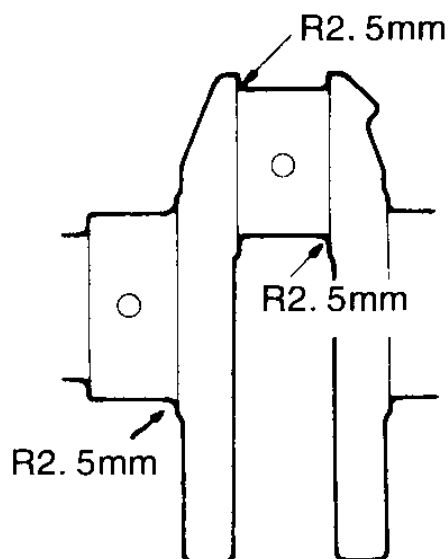

图 2-105 主轴颈和曲柄销的圆角尺寸
(3) 当曲轴被加工减小尺寸时，最后应将主轴颈和曲柄销的圆角加工成规定的半径大小（图 2-105）。